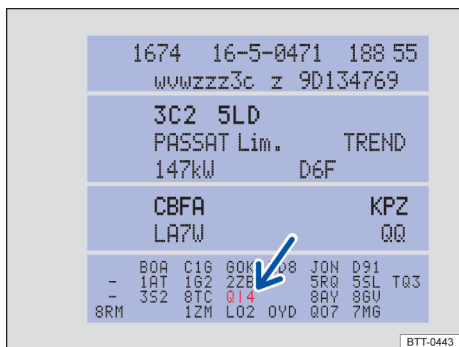

Fig. 193 Adhesivo portadatos del vehículo con núm. PR del servicio correspondiente (representación esquemática).
- Consulte el número PR que figura en el adhesivo portadatos del vehículo → fig. 193 (flecha) → pág. 265.